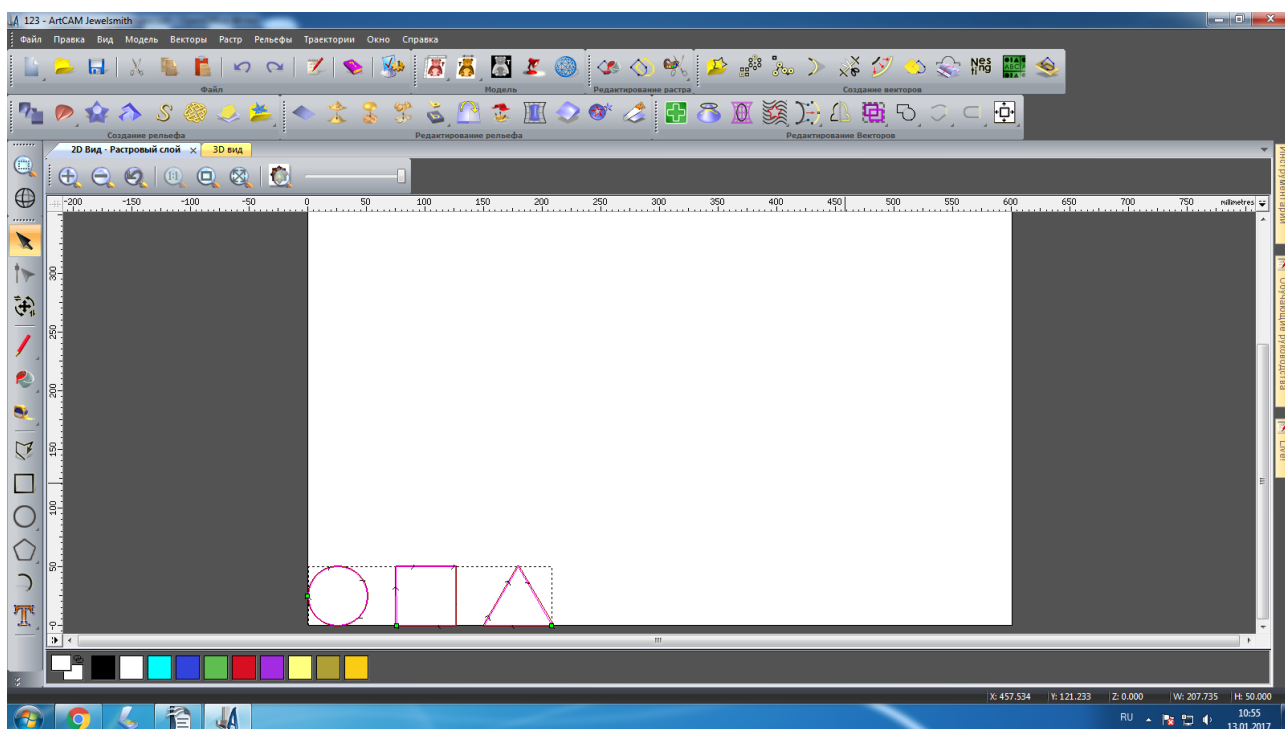

Рисунок 45. Обработка по профилю завершена.
47. На векторах появятся стрелки, указывающие направление фрезы, рисунок 45